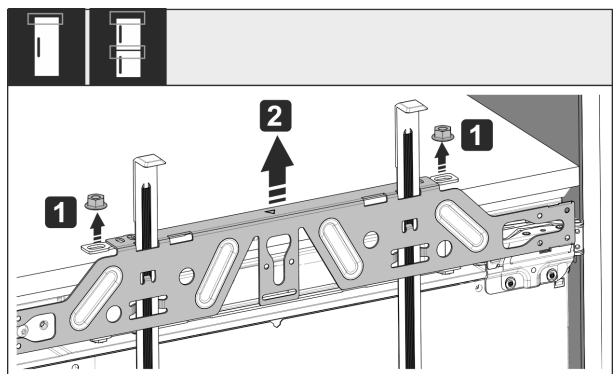

Fig. 53
- Kontermuttern Fig. 53 (1) lösen.
- Befestigungstraverse Fig. 53 (2) abnehmen.